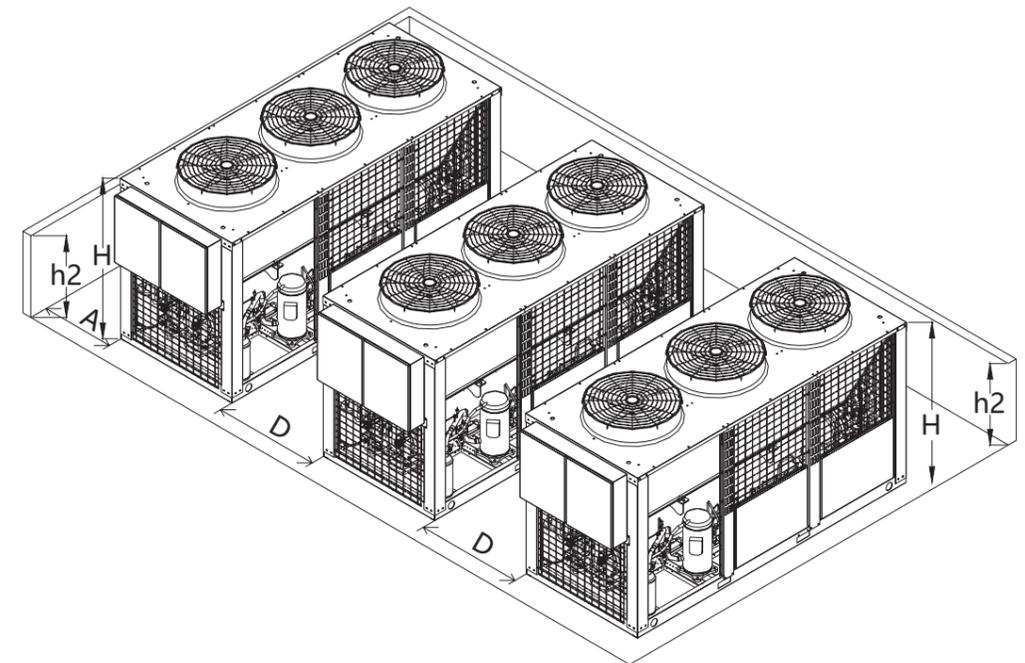
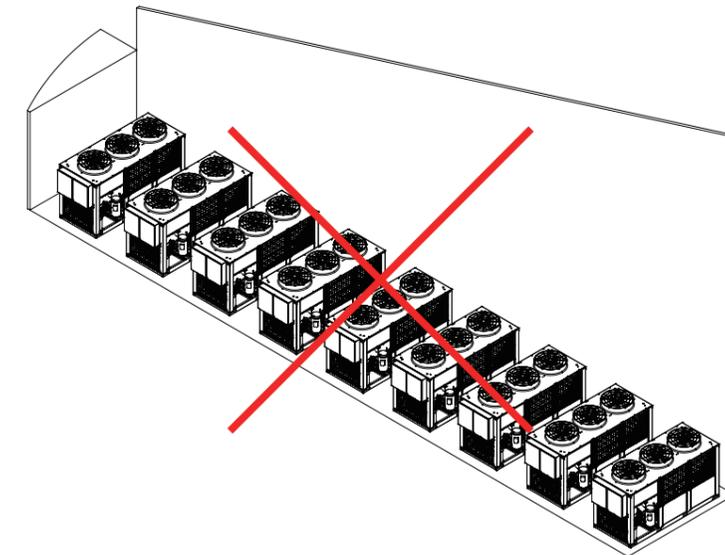

图 4-1-2 机组换热空气进风通道
图 4-1-8 错误安装方式 (空气循环不良)
- G. 预留尽可能大的室外盘管换热空气流通通道, 建议预留通道如图 4-1-2。不能安装在 U 形、口形的环绕高墙围成的空间内, 因为这样会气流短路和吸风受阻, 如图 4-1-3, 图 4-1-4。不能安装在高大建筑物外墙墙角下, 出风无法彻底吹离机组, 制热、制冷都会受到影响, 如图 4-1-8。
1. 如果是按照图 4-1-2 模组的模块数超过 8 台, 则处在中间的模块其相邻距离 D 要加大。